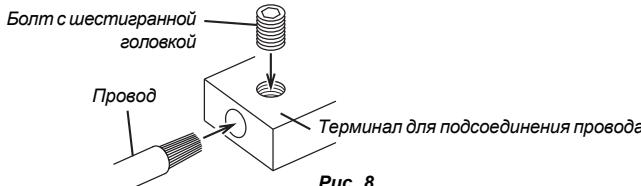

Рис. 8
3. Открутите винт, ввернутый в терминал. Вставьте оголенный конец провода в терминал. Закрутите винт с шестигранной головкой и затяните его с помощью прилагаемого шестигранного гаечного ключа (Рис.8). Перед выполнением данного подключения используйте изолирующую трубку для изоляции торчащих из терминала оголенных проводов.